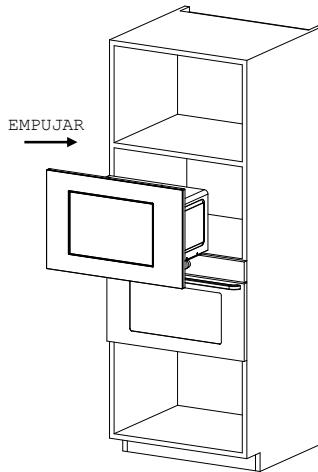

Fig. 1
② INSTALACIÓN:
- a) Coloque el horno de microondas en el armario empotrado y empújelo hacia delante hasta el final. (Fig. 1)